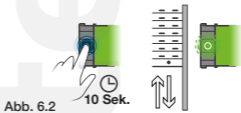

Abb. 6.2
2. Gehen Sie in den Einstellmodus der Endschalter – drücken Sie die **PROGRAMMIERTASTE** am Motor **mob.iq [M35 EZRS]** für 10 Sekunden. Der Motor macht eine AUF/AB-Bewegung, um die Nennrehzahl des Motors zu prüfen. Die LED-Diode beginnt mit grünem Licht zu blinken – Abb. 6.2.